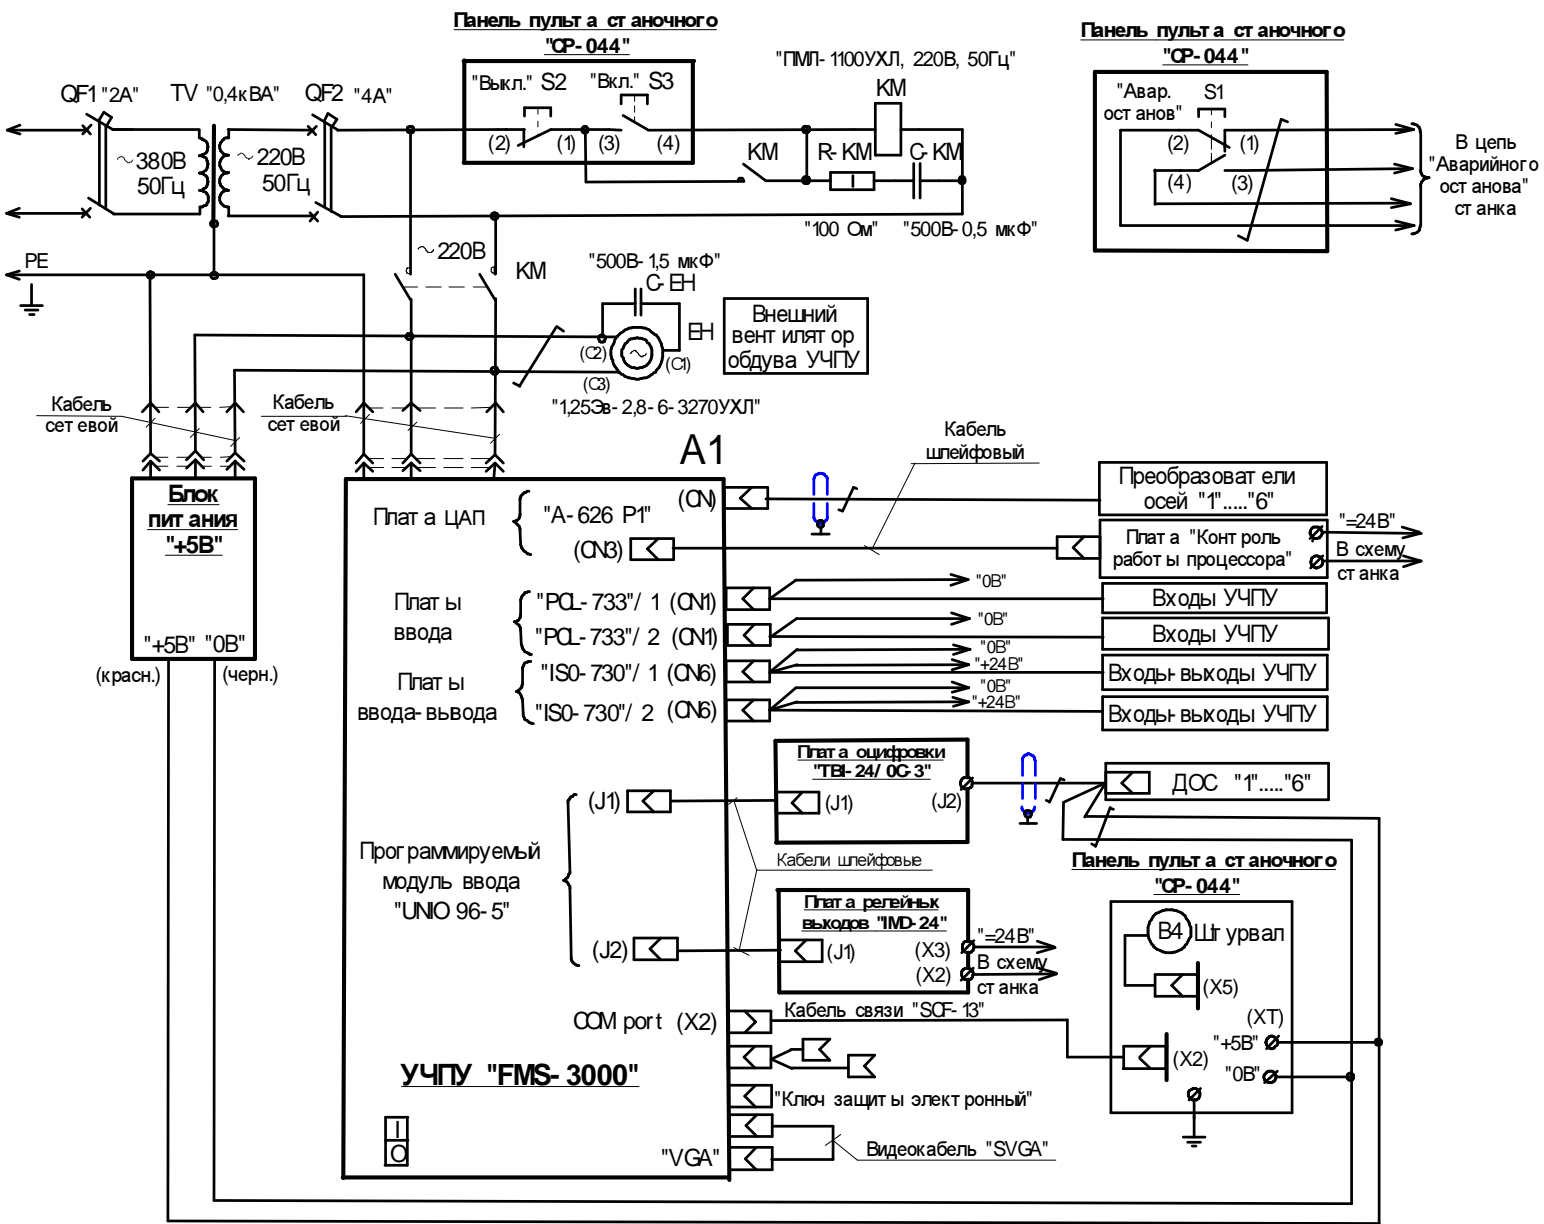
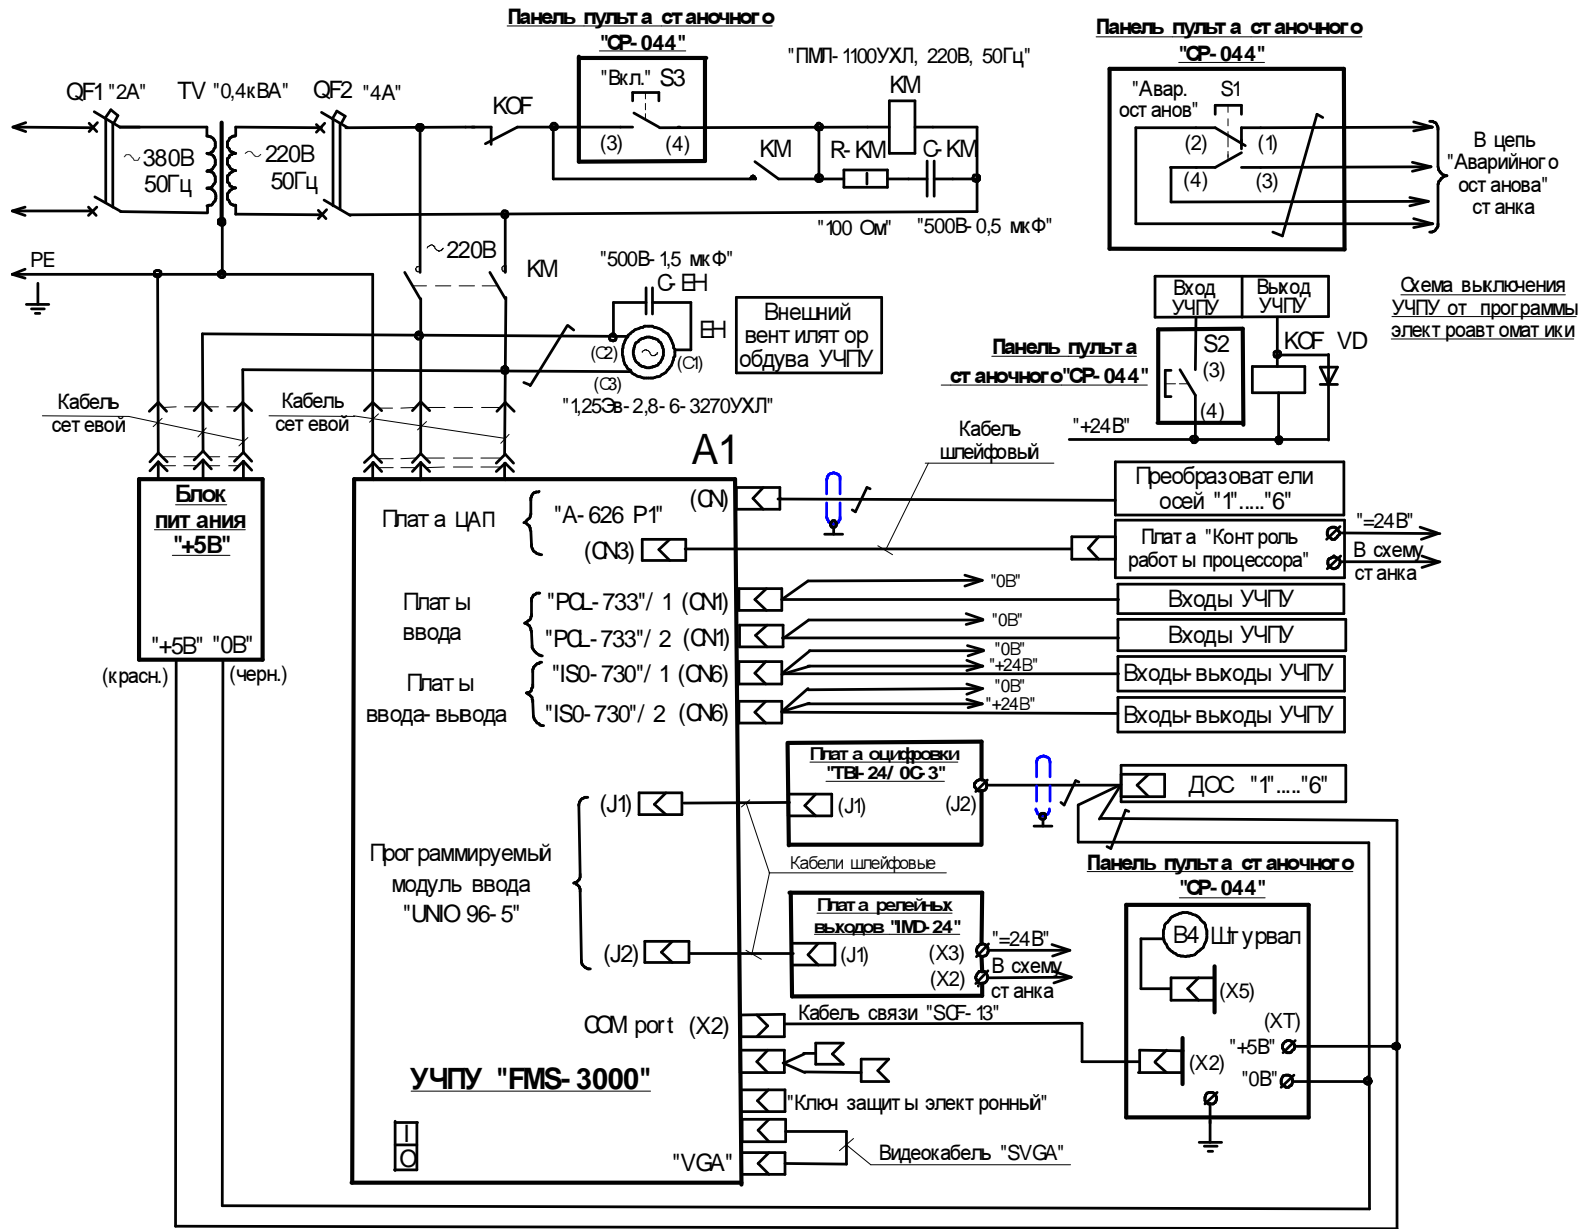

Рис.5.1. Общая схема подключения УЧПУ "FMS-3000" (выключение УЧПУ - аппаратное).
Рис.5.2. Общая схема подключения УЧПУ "FMS-3000" (выключение УЧПУ - программой элект роавт омат ики).
5.4. Рекомендуемые схемы подключения УЧПУ приведены на рис. 5.1 и 5.2, причём на рис.5.1 показана аппаратная схема выключения УЧПУ, а на рис. 5.2 – выключение УЧПУ программой электроавтоматики станка.